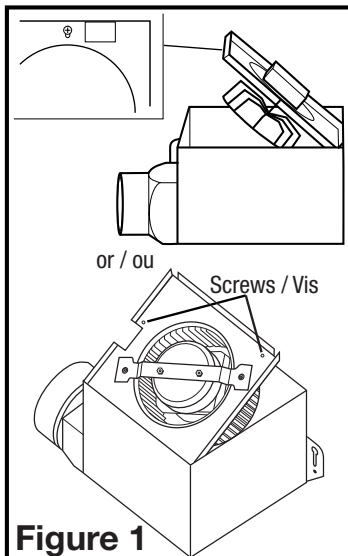

Figure 1
- Remove the fan's venturi assembly, which is secured in place with screws through the venturi (**Figure 1**). Keep the venturi assembly and the grill in the carton until needed so they do not get damaged or lost.
- Retirer l'ensemble venturi du ventilateur, lequel est fixé en place par vis au travers du venturi (**Figure 1**). Garder l'ensemble venturi et la grille dans la boîte jusqu'à ce que vous en ayez besoin pour qu'ils ne soient pas endommagés ou perdus.